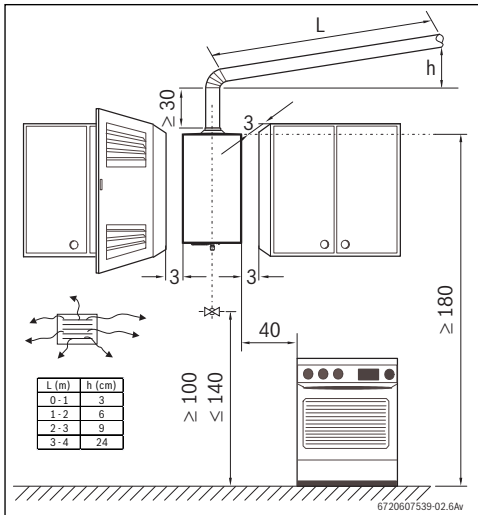

Fig. 2 Espacements minimaux (cm)
- Respecter les espacements minimaux d'installation indiqués dans la fig. 2.